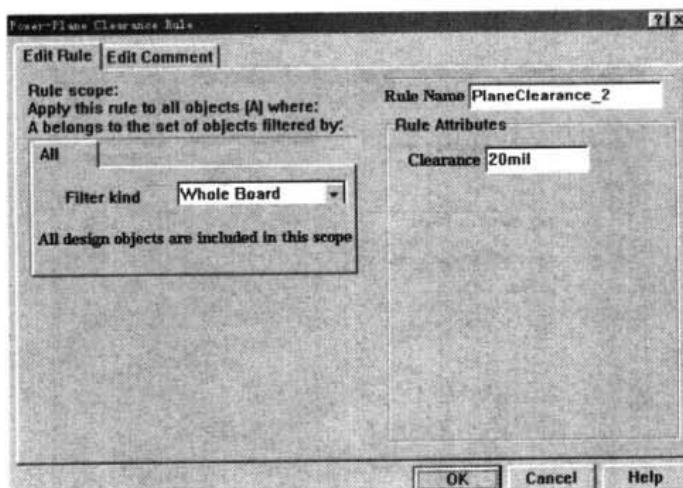

图 10-105 Power Plane Clearance Rule (电源层安全间距) 设置对话框
- Power Plane Clearance: 该规则用于设置电源层上不同网络的元件之间的安全间距，以及不属于电源层的焊盘和过孔的径向安全间距。该规则的设置对话框，如图 10-105 所示。